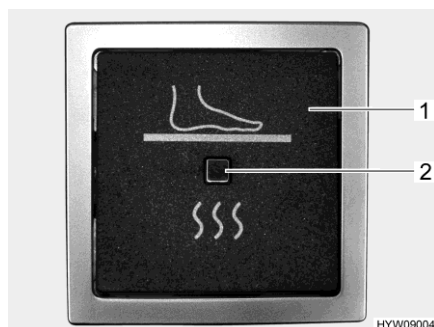

Fig. 112 Commutateur (chauffage électrique du plancher)
- Appuyer sur le commutateur à bascule (Fig. 112,1). Le voyant de contrôle (Fig. 112,2) placé sur le commutateur s'allume.
- Appuyer sur le commutateur à bascule (Fig. 112,1). Le voyant de contrôle (Fig. 112,2) placé sur le commutateur s'éteint.